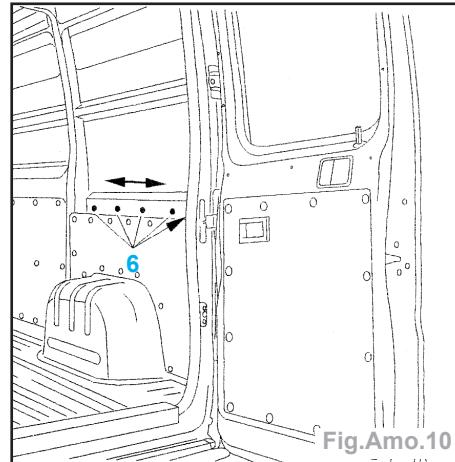

Fig.Amo.10
- Desserrer les vis (5) et les écrous (6) (Fig.Amo.9) et (Fig.Amo.10).
- Régler la position de la glissière latérale (4).